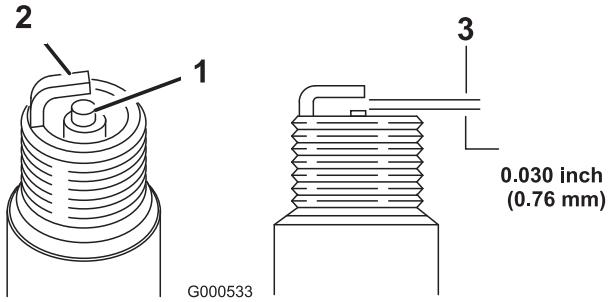

Bild 26
5. Stellen Sie den Elektrodenabstand an der Zündkerze auf 0,76 mm ein, siehe Bild 26.